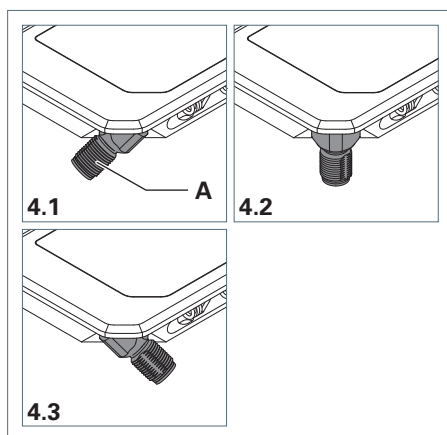

Fig. 4: APE – Posizioni della spina.
- Ruotare la spina **A** nella posizione prevista, vedi Fig. 4.